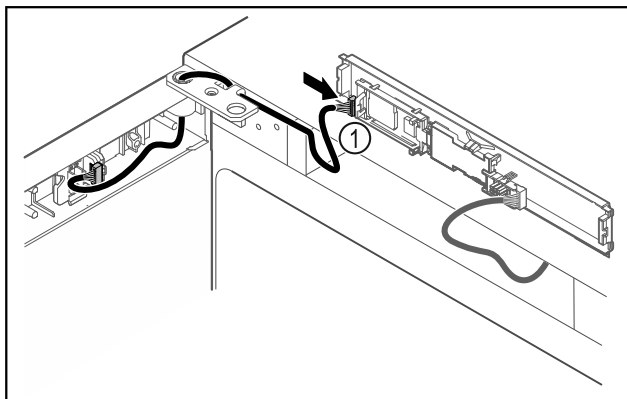

Fig. 49
- ▶ Stekker Fig. 49 (1) in printplaat steken.